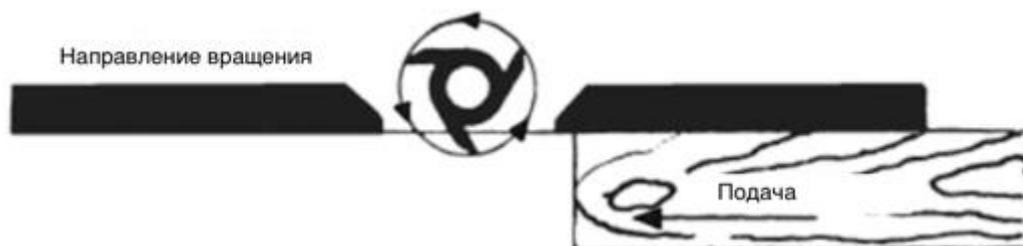

Рис. 3 Подача заготовки
- ПОДАВАЙТЕ ЗАГОТОВКУ против направления вращения резца, см. Рис. 3.